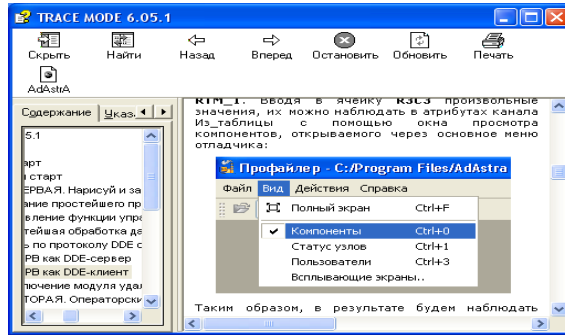

Рис. 7
4.2.8. Ввести в чарунку **С3** довільні значення. Їх можна спостерігати в атрибутах каналу *Из_таблицы* за допомогою вікна проглядання компонентів, що відкривається через основне меню відладчика (рис. 7).